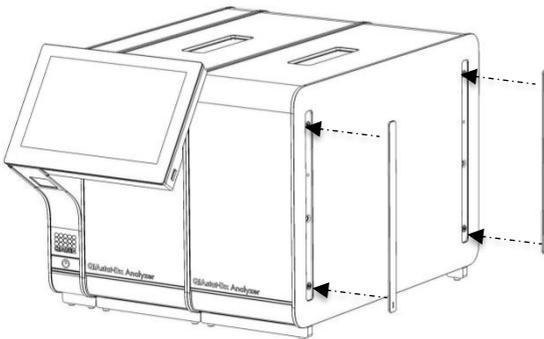

Figure 14. Remise en place des couvercles de protection sur le module analytique supplémentaire.
5. Rattachez les couvercles de protection sur le côté du module analytique supplémentaire (figure 14).